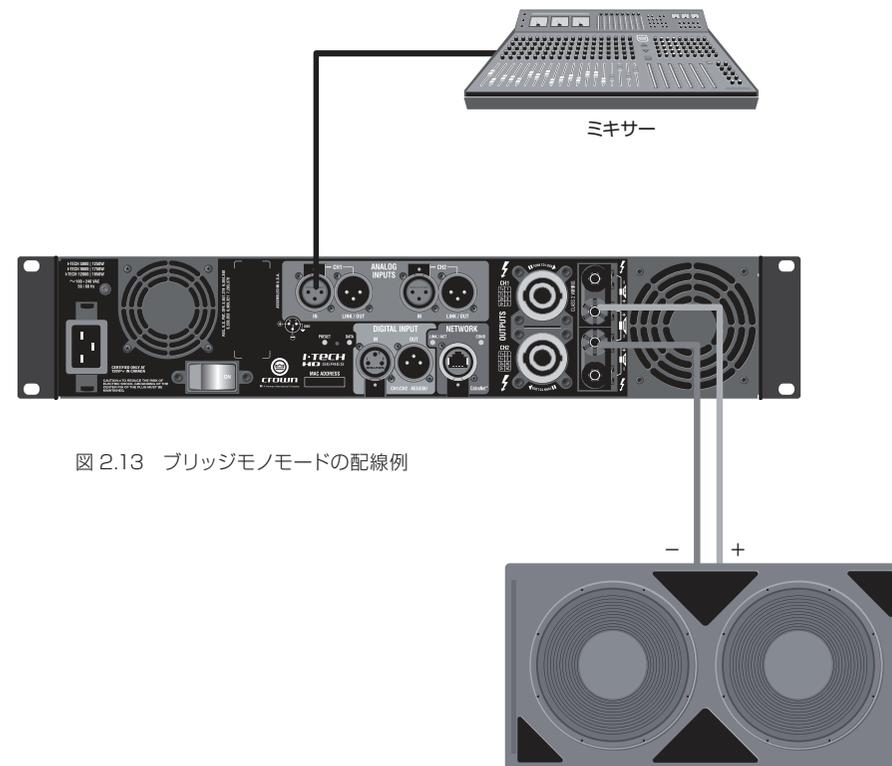

図 2.13 ブリッジモノモードの配線例
入力：接続は以下の方法で行ってください (図 2.13)
- ・バイディングポストを使用してスピーカーを接続する場合、各出力端子の赤いバイディングポストを使用してください (図 2.13)。ブリッジモノモードで動作する場合は黒のバイディングポストは使用しないでください。